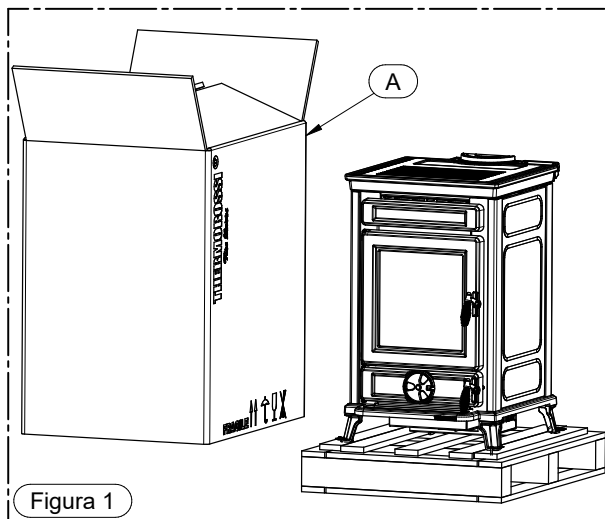

Figura 1
- 1) Rimuovere il cartone A (Figura 1).